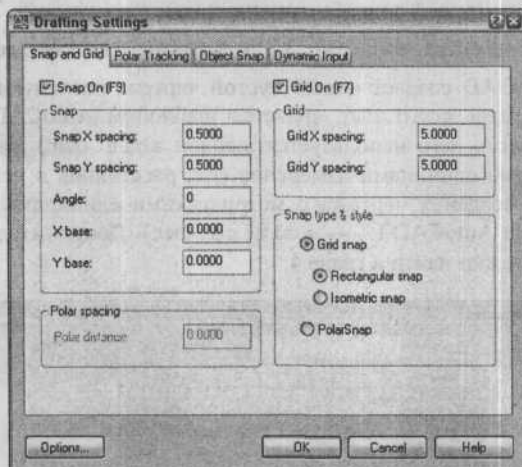

Рис. 3.3. Вкладка *Snap and Grid*
Активируется вкладка **Snap and Grid** (Привязка и сетка) диалогового окна **Drafting Settings** (Параметры черчения), показанная на рис.3.3.
9. Установите значения в полях диалогового окна, как показано на рис. 3.3. Установите флажки **Snap On** (Привязка включена) и **Grid On** (Сетка включена).